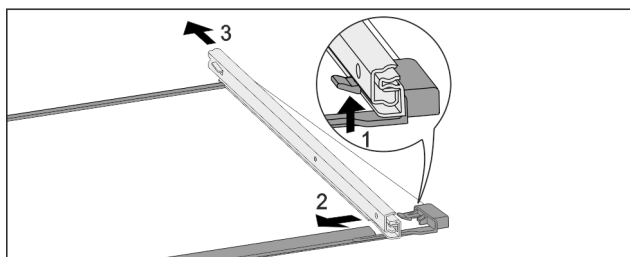

Fig. 190 Склона пластина з рейками
- ▶ Натиснути передній гачок-фіксатор вгору. Fig. 190 (1)
- ▶ Виштовхнути виїзну рейку в сторону Fig. 190 (2) та назад Fig. 190 (3).